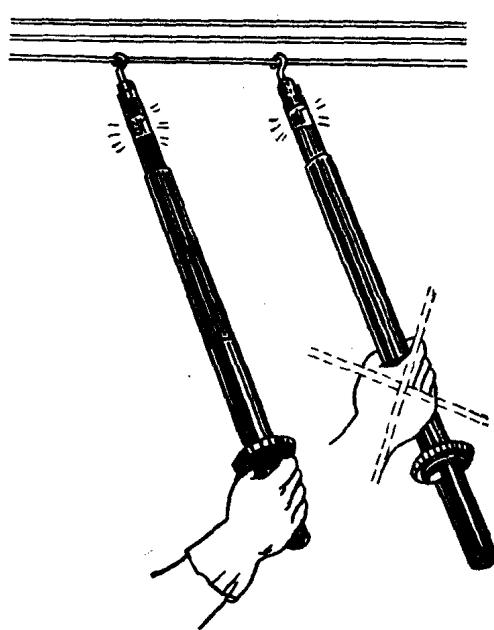

图 1-2 高压测电器的握法
(1) 户内使用时应戴绝缘手套；
(2) 户外使用时除戴绝缘手套外还应穿绝缘靴。应在天气良好的条件下进行，遇到雨、雪、雾和湿度较大的情况时，则不宜使用；
(3) 使用高压测电器时，手握部位必须正确，应握在握柄上，不得超过护手环，以保证安全，握法见图 1-2；
(4) 使用前先将高压测电器在确实有电处试测，氖气管必须发光，证明测电器确属良好，然后才能使用，以保证安全；
(5) 应按规程定期检查试验。